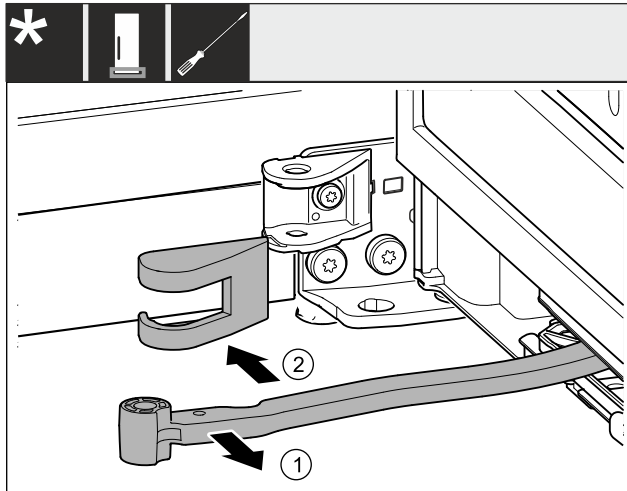

Fig. 6
- ▶ Kĺb otočte v smere dverí. Fig. 6 (1)
- ▶ Vyberte kryt ložiskovej konzoly. Fig. 6 (2)